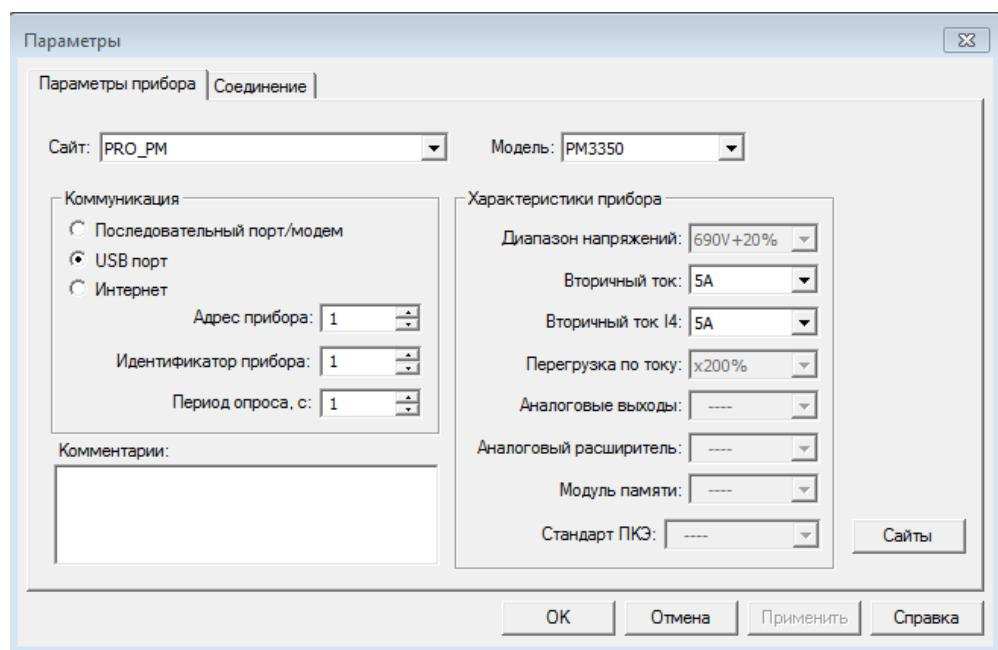

Рисунок 65 – Выбор вида связи
- 1) В ПО PAS на панели меню выберите «Конфигурация» – «Параметры прибора», в появившейся экранной форме (рисунок 65) выберите желаемый вид связи в области «Коммуникация» (Последовательный порт/модем, USB порт, Интернет);